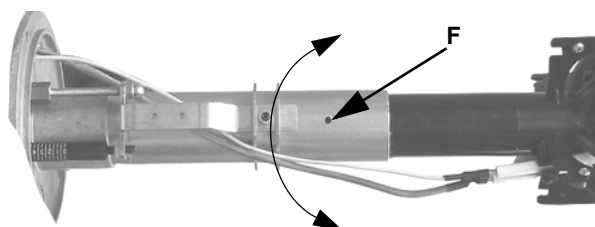
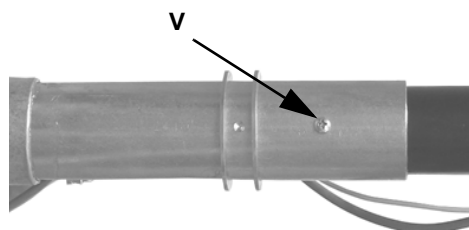

Рис. 18
Рис. 19
- 6 (Открутить винт **V**, который крепит головку сгорания к трубке головки, повернуть головку на 180°, как указано на Рис. 19), вплоть до отверстия **F** и закрепить вновь винт **V** (Рис. 18 - Рис. 19).